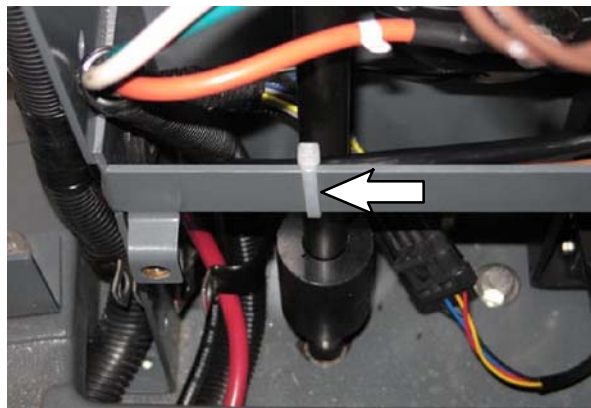

FIG. 39
13. Utilisez un collier de serrage pour fixer le faisceau de câbles sur la traverse inférieure du profilé de montage de direction et écarter le faisceau de câbles de l'arbre de direction (1) (Fig. 39)